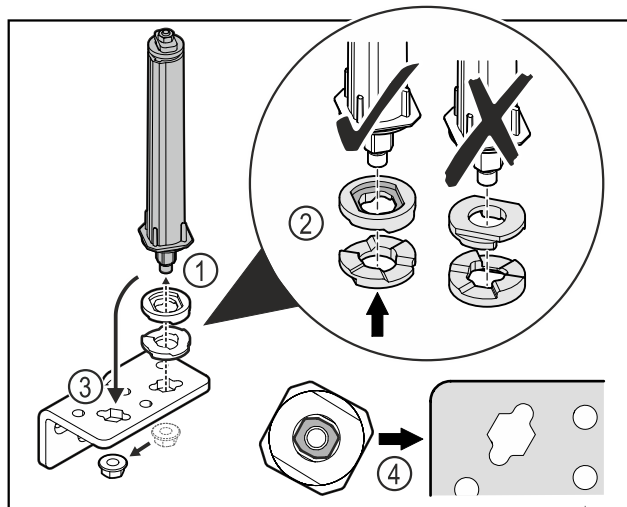

Fig. 25
- ▶ Oldja ki az anyát, és távolítsa el az ajtózáro rendszert Fig. 25 (1).
- ▶ Ügyeljen a magasságállító alátétek helyes beigazítására Fig. 25 (2).
- ▶ Helyezze át az ajtózáro rendszert a zsanéridombban, és rögzítse az anyával Fig. 25 (3).
- ▶ Behelyezéskor ügyeljen az ajtózáro rendszer helyes beigazítására Fig. 25 (4).